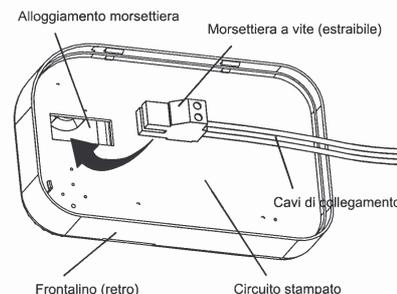

Figura 2-16
Una volta eseguito il fissaggio del supporto si può procedere al cablaggio tramite la morsettiere a vite estraibile: dopo averla tolta dall'apposito alloggiamento ed aver collegato opportunamente i cavi di connessione con la caldaia, essa va reinserita "a slitta" nel proprio alloggiamento, come mostrato in Figura 2-16.
- Collegare il termostato ambiente al cavo uscente della caldaia come illustrato nella figura 2-16
- collegare il Cronotermostato al cavo uscente della caldaia come illustrati nella figura 2-16.